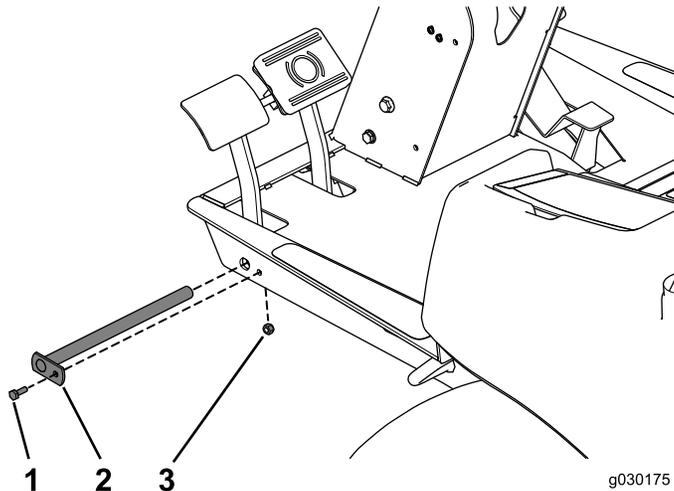

Bild 1
5. Entfernen Sie die Schraube, mit der der Bremsstift befestigt ist, der die Bremspedale hält (**Bild 1**).